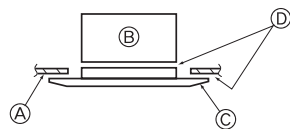

Fig. 5-7
5.3.3. Fixation de la grille (Fig. 5-7)